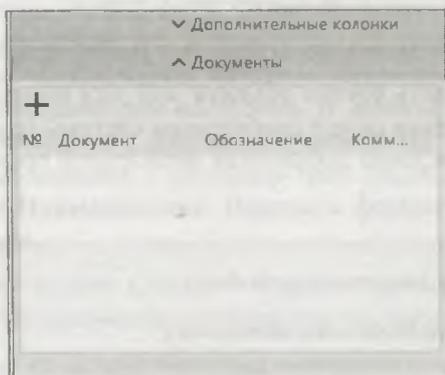

Рис. 15.15. Раздел **Документы** на панели **Параметры**
- ◆ на панели **Параметры** в секции **Документы** (рис. 15.15) нажмите кнопку **Добавить документ** ;
- ◆ нажмите кнопку **Создать объект** — наименование файла и обозначение детали появляются в разделе **Документы** на панели **Параметры: Объекты спецификации** (см. рис. 15.15);